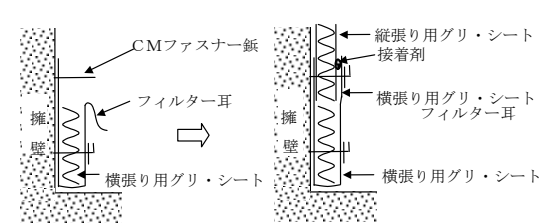

図 II-5 「グリ・シート」の接続部の処理
- (2) 横張り用「グリ・シート」のフィルター耳と縦張り用「グリ・シート」の間を土が入り込まないように接着剤で止める。接着剤の塗布量は5mm幅(10ml/m)で塗布する。(図 II-5)